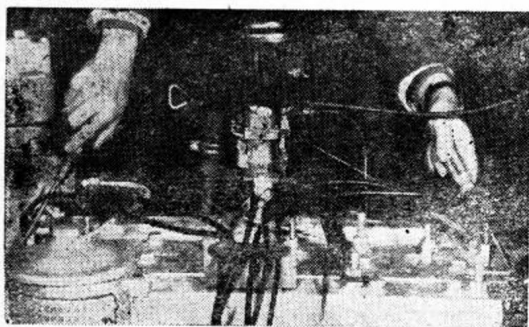

图 8
1. 用两把起子同时在一、六缸使火花塞短路，这时响声减小（图8）。